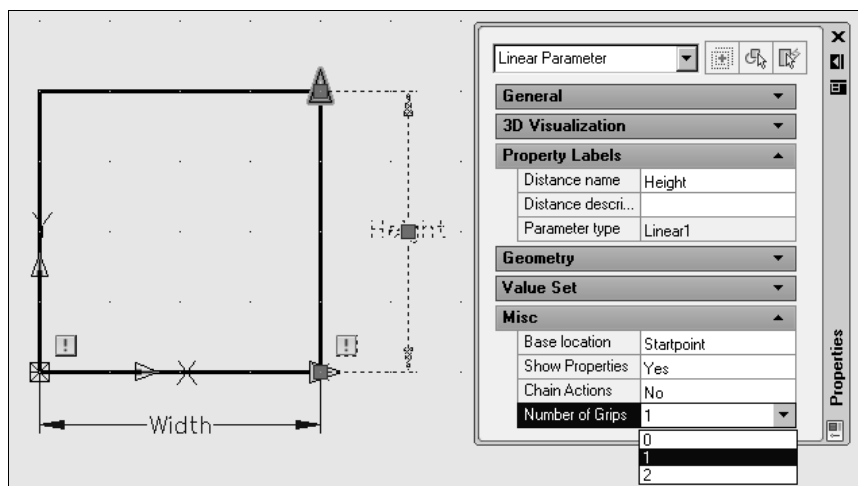

Рис. 17.11. Переименование линейного параметра и изменение количества ручек
2. Присвойте линейные параметры нижней и правой боковой стороне прямоугольника, а затем измените стандартные имена параметров **Distance** и **Distance1** в **Width** и **Height** соответственно, воспользовавшись палитрой свойств объектов **Properties** (Свойства) (рис. 17.11). Здесь же, в поле **Number of Grips** (Количество ручек), установите 1, т. к. для изменения размеров сторон будет использоваться одна ручка, а вторая будет фиксирована.